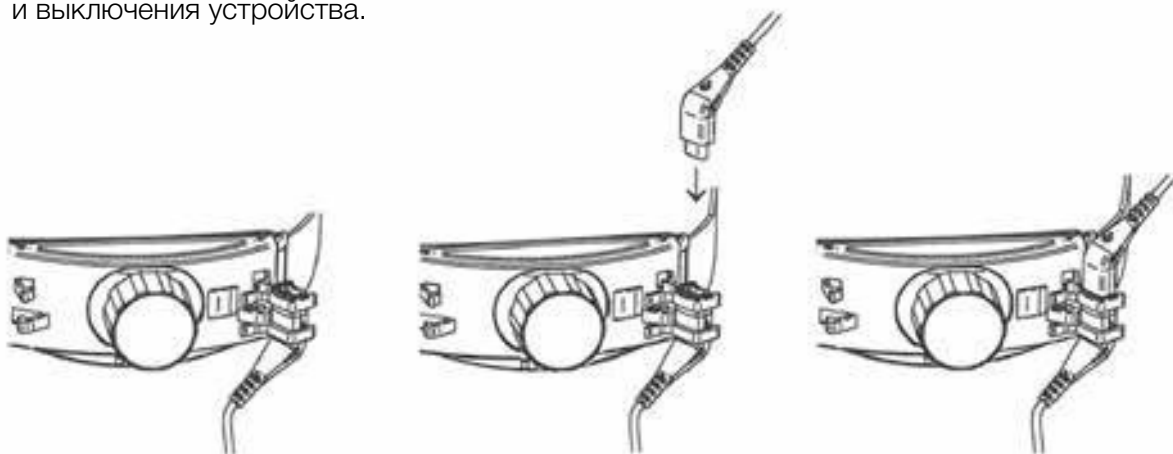

Рис. 8.
Чтобы установить осветитель HEINE ML4 LED с трансформатором HEINE mPack или HEINE EN 50, соедините короткий кабель регулятора яркости с соединительным кабелем трансформатора mPack UNPLUGGED, закрепите и зафиксируйте на задней части головного шлема (рис. 8). Подключите прибор к разъему mPack или EN 50. Реостат (1) (рис. 6) используется для регулировки яркости, а также включения и выключения устройства.